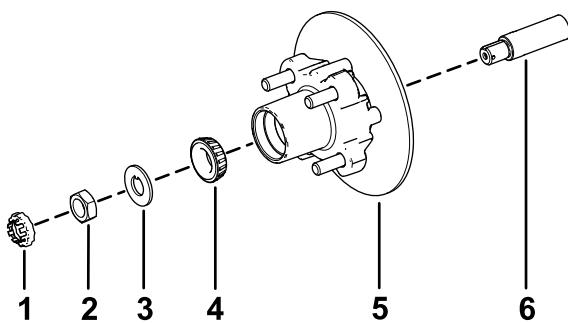

Figure 35
1. Appliquez une fine couche de la graisse spécifiée sur la fusée (Figure 35).
2. Montez le moyeu et le disque sur la fusée, en plaçant le disque à l'intérieur (Figure 35).
3. Montez le roulement extérieur sur la fusée et poussez-le contre la bague extérieure (Figure 35).
4. Placez la rondelle à languette sur la fusée (Figure 35).
5. Vissez l'écrou de fusée sur la fusée et serrez-le à 15 N·m (11 pi-lb) tout en tournant le moyeu pour asseoir le roulement (Figure 35).
- 2. Placez les plaquettes de frein de chaque côté du disque (Figure 31), puis alignez les trous du support d'étrier et les trous du support de frein sur le porte-fusée (Figure 35).